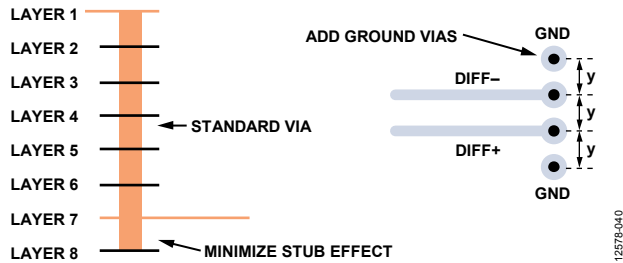

图67. 尽量消除根效应并为差分带线走线增加接地过孔
- 如果使用标准过孔，则要使用最大过孔长度，以使过孔根尺寸最小。例如，在8层板上，带线对使用第7层(参见图67)。
- 对于每个过孔对，应布置一对接地过孔与之相邻，尽量消除阻抗不连续现象(参见图67)。